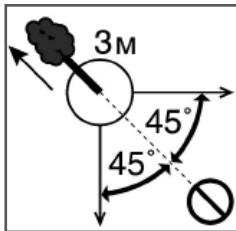

Рис. 11. Расчет пути отхода при валке дерева
диагонали в сторону, противоположную направлению падения, под углом 45 градусов. Вы должны отойти минимум на 3 метра от ствола, на тот случай, если во время падения комель дерева отскочит в сторону (Рис. 11).
- Выберите направления падения дерева. Для этого следует учесть силу и направление ветра, естественный наклон дерева, равномерность распределения веток в кроне дерева. Начните пилить с той стороны дерева, куда оно должно упасть (Рис. 11).